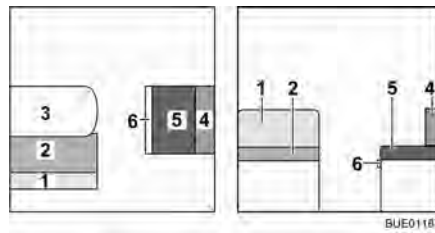

Bild 114 Före ombyggnaden
- Bygg om bordet (Bild 114,3) till sängbotten (se avsnitt 6.10).
- Tag bort ryggdynan (Bild 114,1) och lägg den åt sidan.